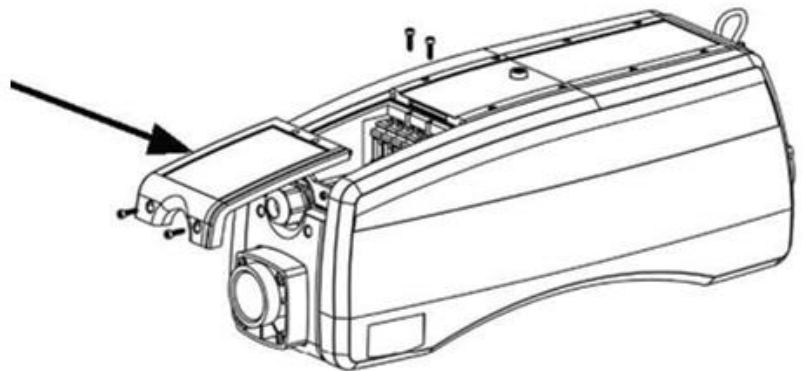

Fig. 7
- Para conectar el cable de alimentación, retire la cubierta de acceso (ver la fig. 7).